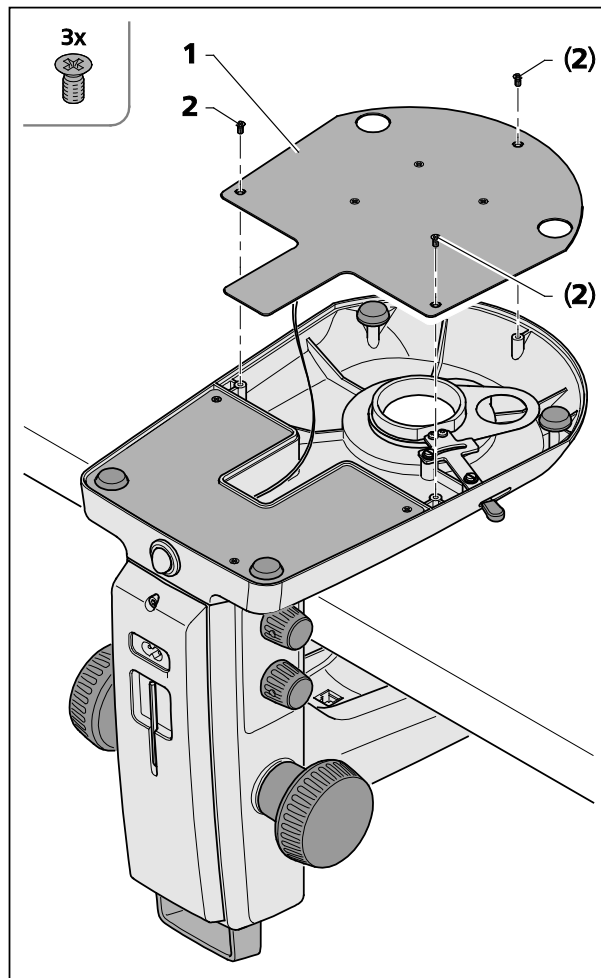

図 22 スタンド K EDU のスタンドカバープレートを開く
清掃する、あるいは誤って中に落ちた異物を取り除くために、スタンドカバープレート (図 22/1) を取り外すことができます。
- その際、3本のプラスねじ (図 22/2) を外し、スタンドカバープレート (図 22/1) を慎重に外して脇に置きます。
- ケーブルがスタンドカバープレート (図 22/1) から外れないように注意してください。